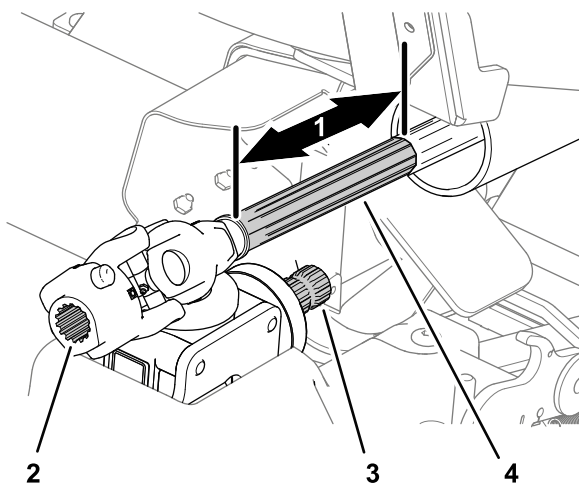

図 54
2. 駆動シャフトの前半分 図 54 を前方に 25 cm ほど引き出す。
3. ギアボックスのシャフトのスプラインと駆動シャフトのスプラインをきれいにする 図 54。
4. 前駆動シャフトの滑り面をきれいにする 図 54。
5. ギアボックスのシャフトのスプラインとU ジョイントカップリングのスプライン 図 54 に固結防止コンパウンドを塗る。
6. 前駆動シャフトの滑り面に固結防止コンパウンドを塗る 図 54。